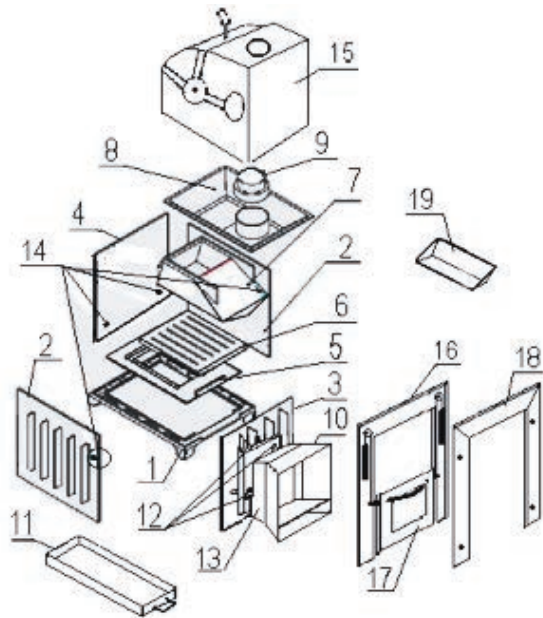

Рис.1. Сборка чугунного топочного агрегата
5.2. В соответствии с определенной осью дымохода (см. п.7.2) и вышеперечисленными требованиями раздела 4 настоящего руководства, на подготовленном месте в парной установить основание (1) (см.рис.1).
Рис. 1а. Сборка подъемного механизма дверки
дверку (23), одеть на ролики (20) тросики (21) с перехлестом (см. рис.1а).
5.12. Установить лицевое обрамление (18) и проверить плавность хода дверки. Подъем и опускание дверки должны производиться без усилий и заеданий, в противном случае необходимо более точно, по уровню выставить подрамник (16) (см.рис.1 и 1а).
5.17. Установить задние (фигурные) и передние (прямые) подставки по внешнему контуру основания печи вплотную к его ножкам (см.рис. 1б). Далее сборка облицовки производится в соответствии с прилагаемой инструкцией.
Рис. 1б. Установка подставок